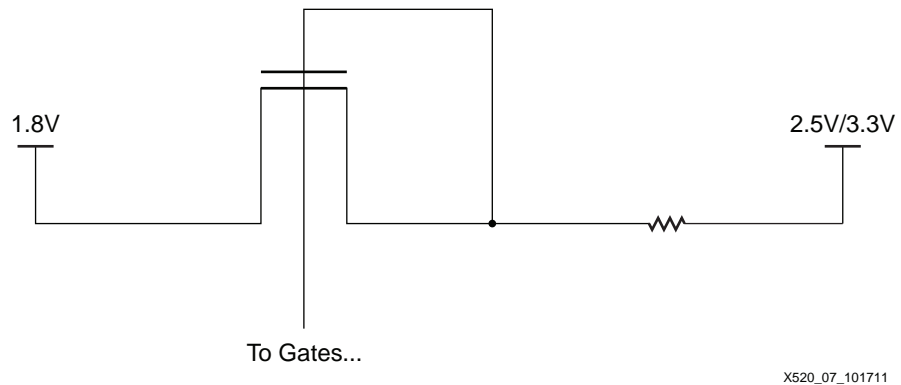

図 7: 1.8V に設定したリファレンス トランジスタの例
2.5V/3.3V ドライバーからの信号を 1.8V で渡すために、23 個の NMOS トランジスタのうち 1 つを基準トランジスタとして使用し、すべてのゲート電圧に  $1.8V + V_T$  のバイアスをかけることができます (図 7 参照)。